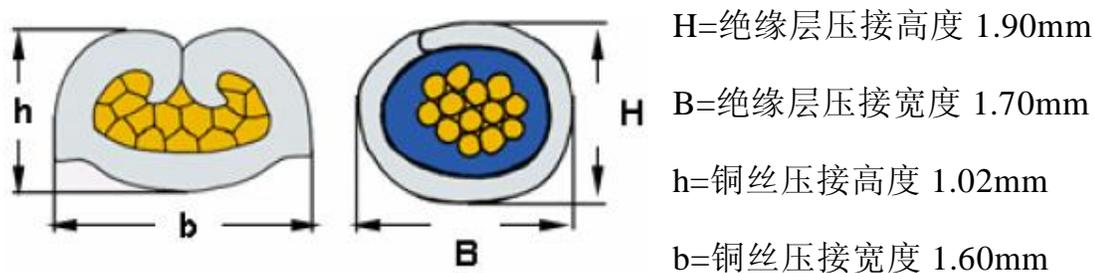

图 3 小端子标准压线尺寸
1.2.3 压线：准确放置导线之后，需一次完成压线过程，压线完成要符合图 3 标准压线尺寸的要求：